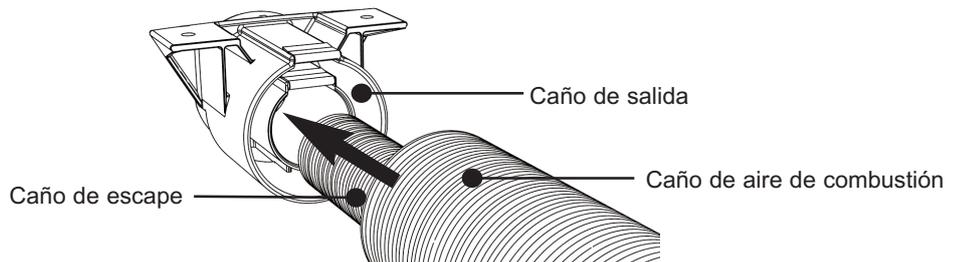

Fig. 23A Conectar el caño a la salida del caño
- iii. Insertar el caño de escape en la parte posterior del caño de salida (fijado al piso del vehículo) hasta el fondo (aprox. 50 mm). El caño **debe** insertarse hasta el fondo. Favor, vea Fig. 23A, B y C.